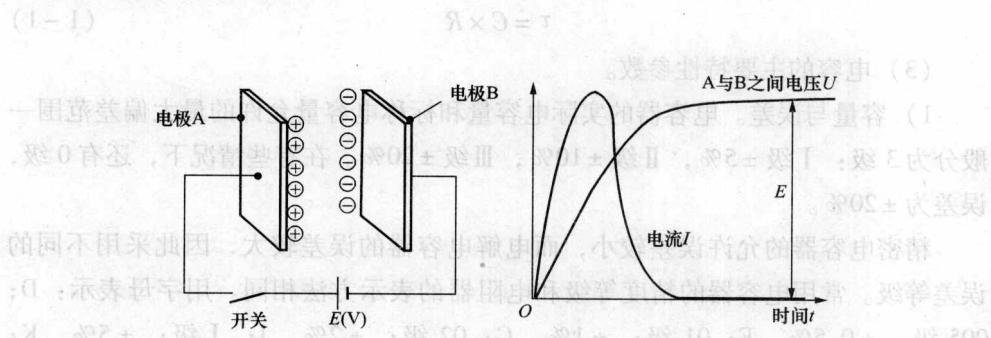

图 1-5 电容器结构示意图
(2) 电容器的原理。当如图 1-5 所示的电路开关合上时，电路中将形成对电极 A 产生正极充电和对电极 B 产生负极充电的短暂电流，即电容器开始充电过程。当电极 A 和 B 之间的电压与电池的电压相等时，电流移动停止。假如电路中的开关打开，电容器所充的电能保留在电路上。若用导线短接电极 A 和 B，电容器所充的电能将经由导线释放。电容器的电容量取决于电容极板的相对面积和电容极板之间的距离。